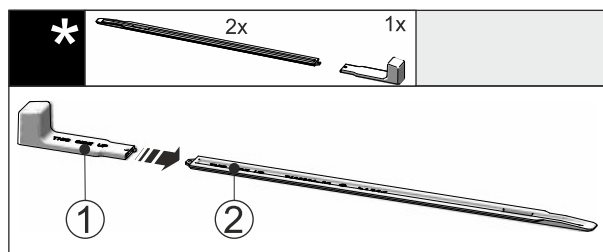

Fig. 49
- ▶ Postavite montažnu ručku Fig. 49 (1) na šinu za Fig. 49 (2) niveliranje.